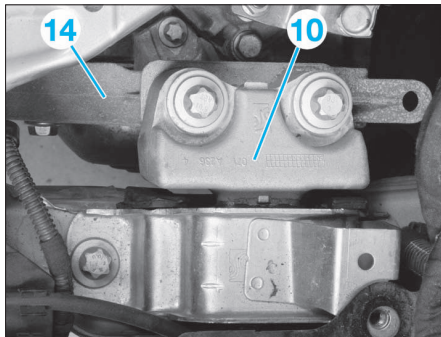

FIG. 6
- Déposer le support gauche (10) de la boîte de vitesses (Fig.6).
- Déposer l'écrou de fixation de la rotule de direction (13) et la déposer du pivot à l'aide d'un extracteur approprié.
- Déposer les vis de fixation de la platine (14) du support de boîte de vitesses sur le carter de boîte de vitesses (Fig.6).